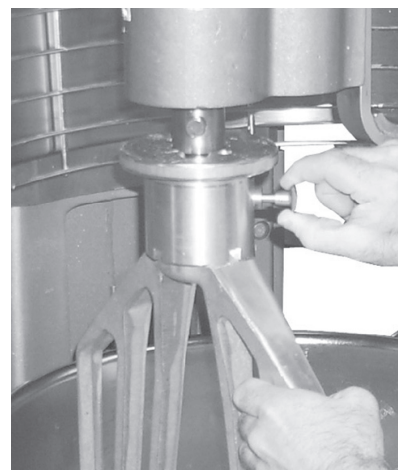

Fig. 3
3. Maintenez l'agitateur en place et tirez sur le piston de l'agitateur (Fig. 3). Faites glisser l'agitateur vers le bas sur l'arbre de l'agitateur.